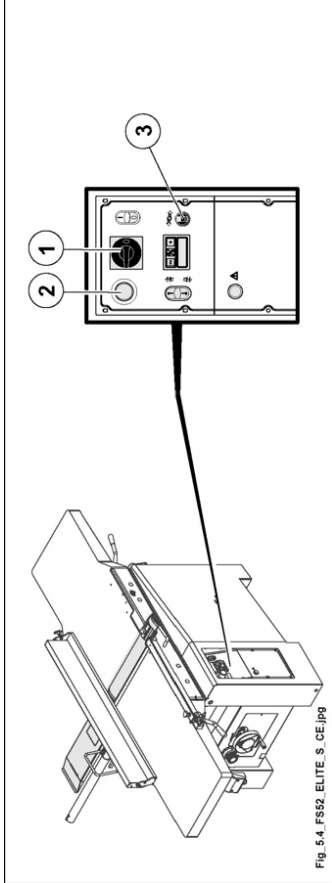

Abb. 5.4
- Sich gewissermaßen, dass die Notastasten (2 Abb. 5.4) losgelassen sind, andernfalls sie in Pfeilrichtung drehen.
- Wählschalter zum Lösen der Bremse (3 Abb. 5.4) auf  gedreht ist (Meldelampe verflöscht).
- Hauptschalter (1 Abb. 5.4) auf I (ON) gedreht ist.